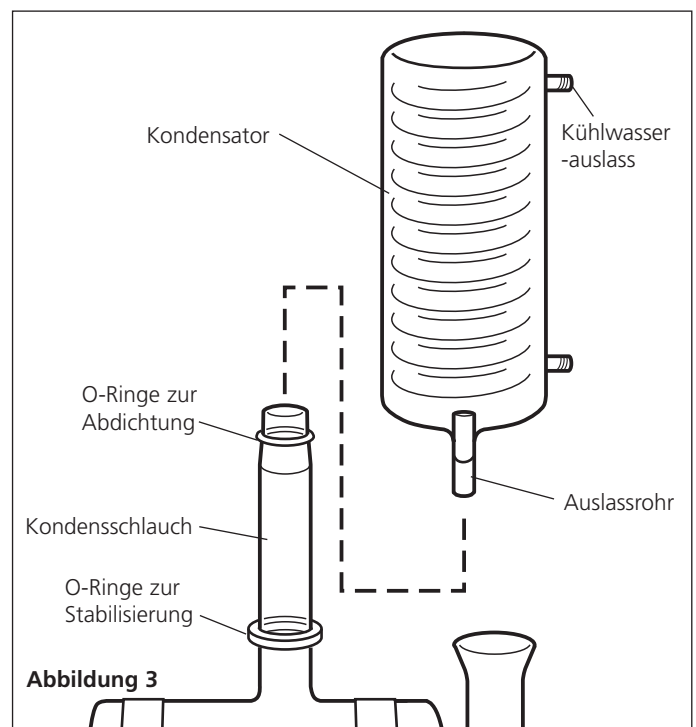

Abbildung 3
5. Achten Sie darauf, dass die beiden O-Ringe zur Abdichtung und Stabilisierung entsprechend Abbildung 3 richtig eingesetzt sind. Montieren Sie nun den Kondensator WC48/M2, indem Sie ihn am Kondensschlauch des Boilers befestigen. Achten Sie darauf, dass der Destillataustrittsschlauch des Kondensators nach vorne zeigt und dass die Kühlastrittsflächen parallel zum Gerät verlaufen.